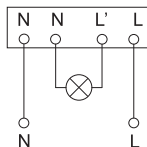

Рисунок 10. Схема подключения датчика ДД-МВ201
- Подключить датчик в соответствии со схемой, приведённой на рис. 10, к винтовым зажимам клеммной колодки.